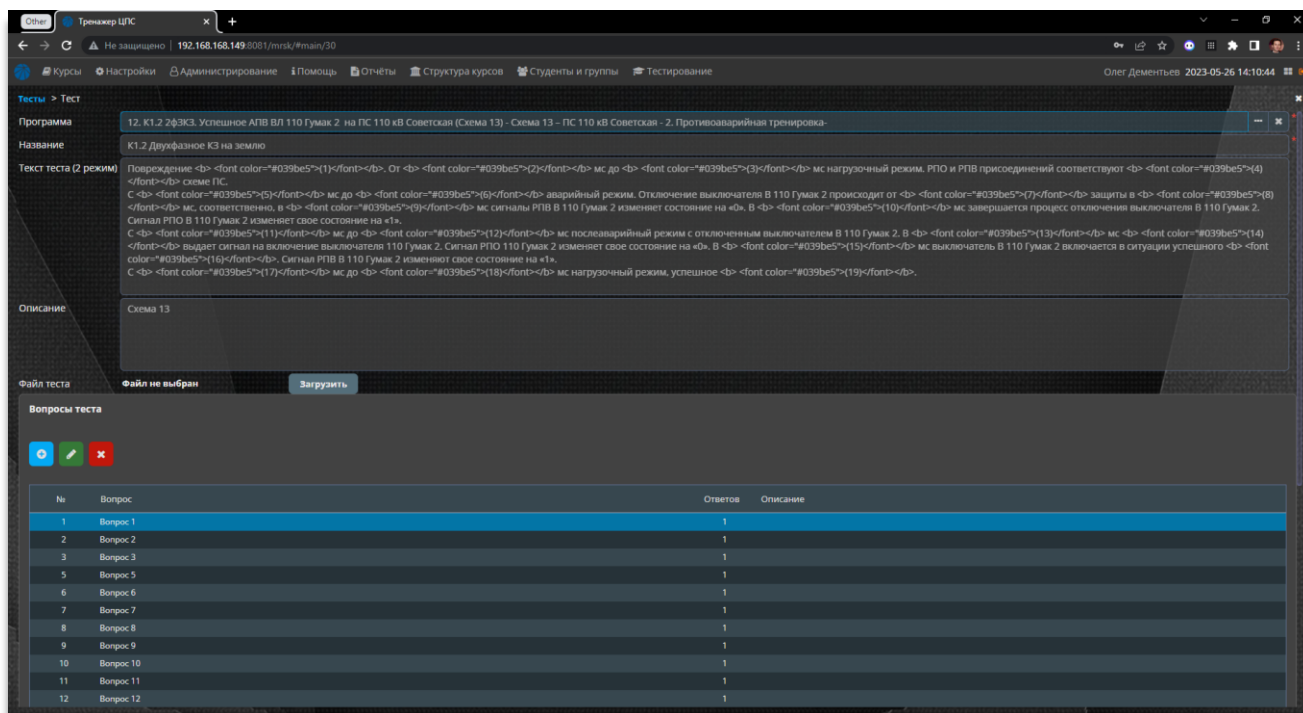

Рисунок 100 – Экранная форма «Создание теста с открытым ответом»
- Рисунок 100 - Экранная форма «Создание теста с открытым ответом»;